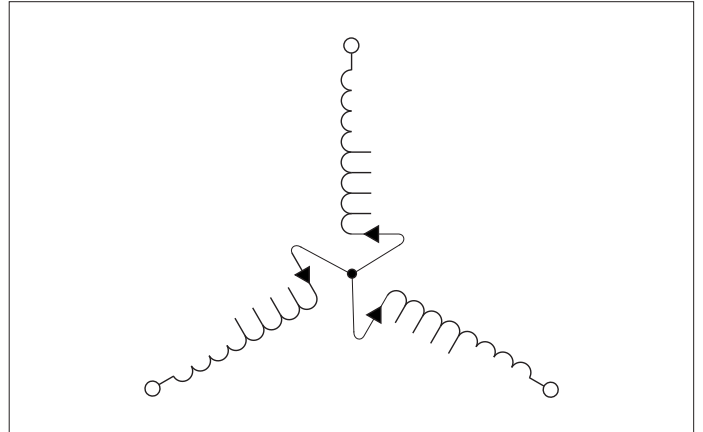

Рис. 24. Соединение три фазы, нейтральная точка звезды
- Три фазы, нейтральная точка звезды, см. рис. 24.